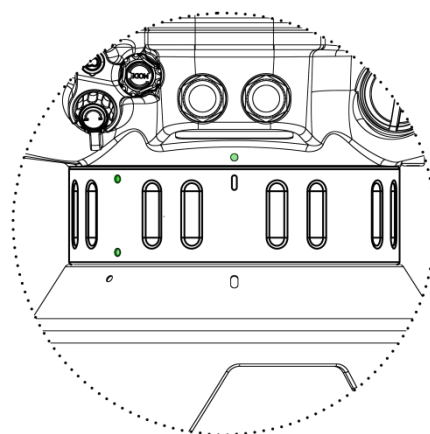

図1
- 02 エクステンションリングを反時計回りに回し、エクステンションリングのバー印がハウジングのドット印に合うまで回します。(図1参照)